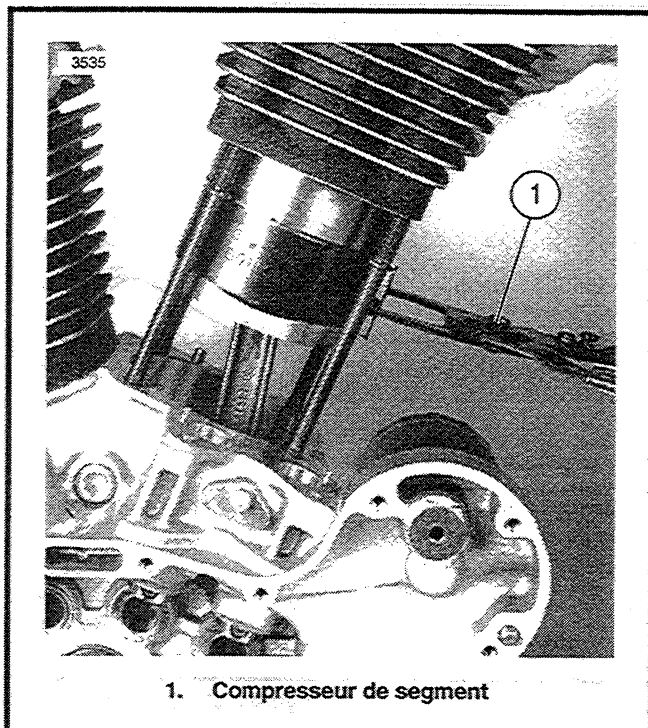

Figure 3-37. Installation du cylindre sur le piston
- Voir Figure 3-37. Comprimez les segments à l'aide du COMPRESSEUR DE SEGMENT, réf. HD-96333-51B.